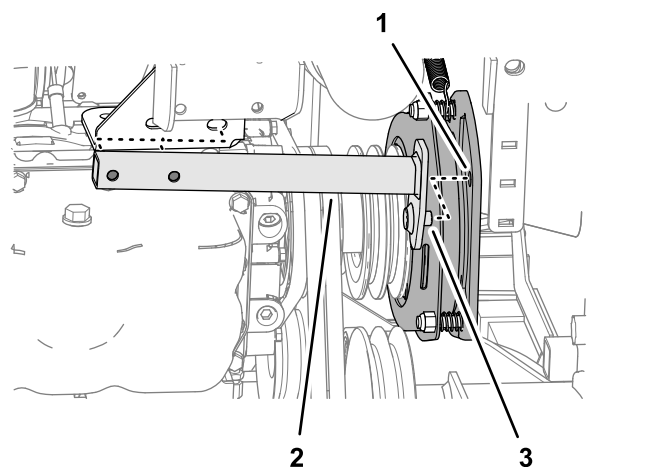

Figura 92
7. Deplasai tubul anti-rotire în spate i demontai-l de la maină (Figura 92).
2. Aliniază tiftul tubului anti-rotire cu orificiul din placa ambreiajului prizei de putere; consultai Figura 92 din Demontarea curelelor prizei de putere (Pagină 64).